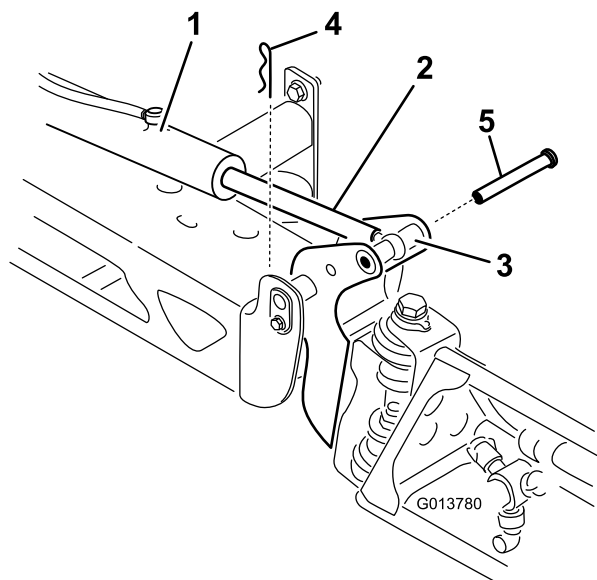

Figura 60
2. Retire o contrapino do pino de articulação (Figura 60).
3. Eleve rampa e retire o pino (Figura 60) e lentamente baixe a rampa para o solo.
9. Enquanto segura na rampa, insira o pino através tanto da articulação da rampa como da barra do acionador (Figura 60).